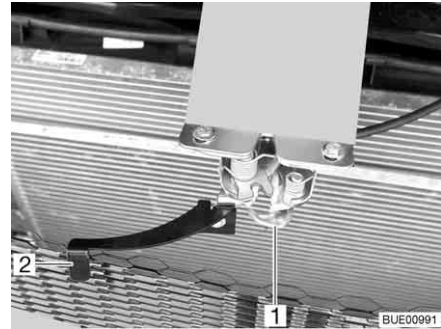

Fig. 27 Leva di sbloccaggio cofano motore (all'esterno)
- Svitare il gancio di fermo (Fig. 27,1). A tale scopo afferrare la leva (Fig. 27,2) e tirare in avanti in senso obliquo. Nei modelli con gancio di fermo il cofano motore ora è sbloccato.